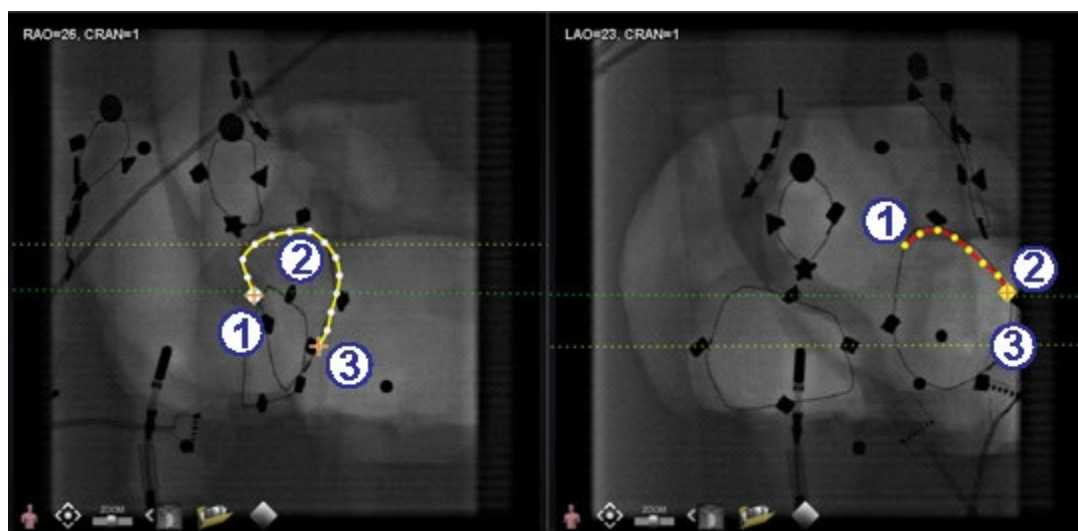

Abbildung 126. Auf einem Ergänzungsbild ist der letzte gezeichnete Punkt der distale Punkt
Bei der Markierung eines Gefäßes auf einem komplementären Fluoroskopiebild (wie LAO-Fluoro in **Abbildung 126**) ist der zuletzt gezeichnete Punkt der distale Punkt. Die gelbe gepunktete Linie im ursprünglichen Fluoroskopiebild (RAO unten) zeigt den distalen Punkt des komplementären Fluoroskopiebilds.
Erläuterung zu distalem Punkt in Bewegung (Abbildung 126)
- ① Proximaler Ankerpunkt
- ② Distaler Punkt der aktiven Zeichnung (LAO in **Abbildung 126**)
- ③ Distaler Ankerpunkt der ursprünglichen Zeichnung (RAO in **Abbildung 126**)